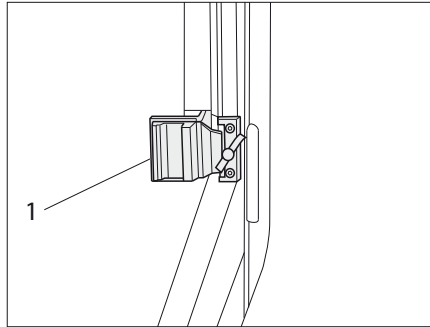

Bild 65 Skjutfönster med skjutlås
- Vrid låsknappen (Bild 65,1) i vertikal position.
- Tryck handtaget (Bild 65,2) och skjut det samtidigt framåt eller bakåt.